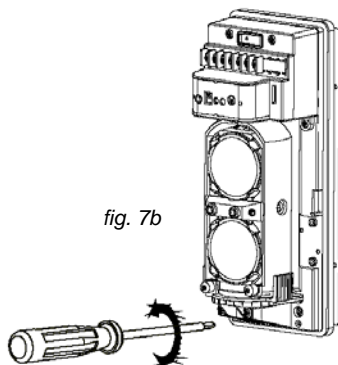

fig. 7b
- Allentare la vite di bloccaggio della piastra (fig. 7b) e rimuoverla facendola scivolare in basso contro la base (fig. 7c).
- Loosen the plate restraining screw (fig. 7b) and remove it by sliding it downwards to the base (fig. 7c).